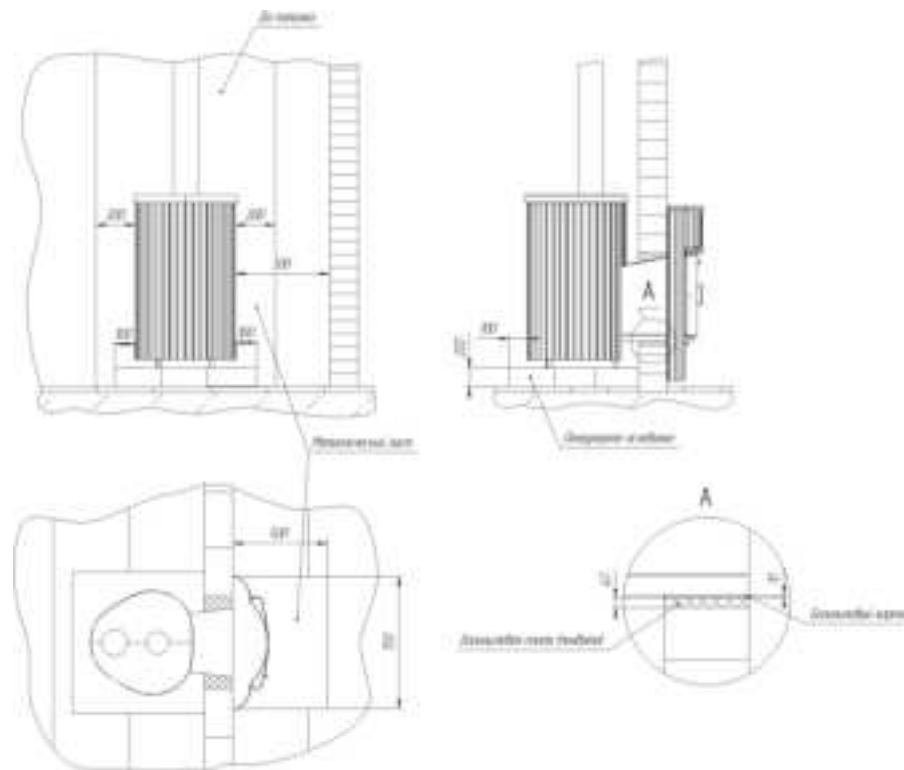

Рисунок 8.1. Схема установки печи на минимально безопасном расстоянии от несущих и ограждающих конструкций.
8.2.1. Печь устанавливают в парной на безопасном расстоянии от несущих и ограждающих конструкций (рис. 8.1).